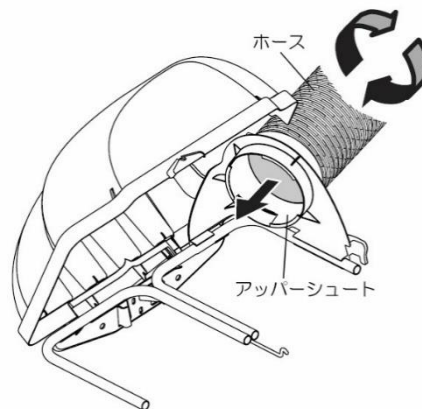

図 20
1. ホースの上端をアップシュートに差し込んでしっかりと固定されるまで反時計回りにねじ込みます。図 20 を参照してください。